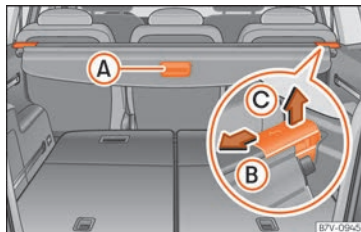

Abb. 141 Im Gepäckraum: Gepäckraumabdeckung.
- Gepäckraumabdeckung am Haltegriff »» **Abb. 141 A** etwas nach hinten ziehen.
- Gepäckraumabdeckung in Pfeilrichtung entriegeln »» **Abb. 141 B**.
- Gepäckraumabdeckung in Pfeilrichtung drücken »» **Abb. 141 B**.
- Gepäckraumabdeckung in Pfeilrichtung entriegeln »» **Abb. 141 B** und in Pfeilrichtung **C** anheben.